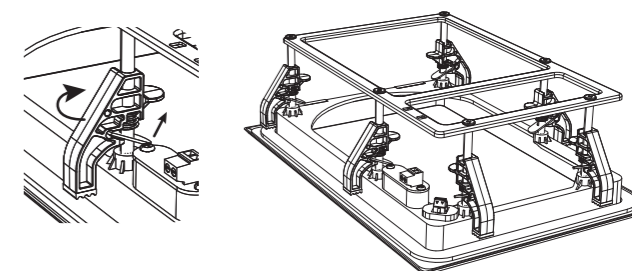

Fig. 5. Adjusting the Mounting Clamps
2. Ajuste todas as braçadeiras de montagem da estrutura para que fiquem na posição retraída (Fig. 5 e 6). Eles são ajustados puxando a guia de metal com mola e, em seguida, movendo as braçadeiras ao longo de seus postes de montagem e girando-as para o lado. Isso permitirá que a moldura se encaixe na abertura da parede de gesso.